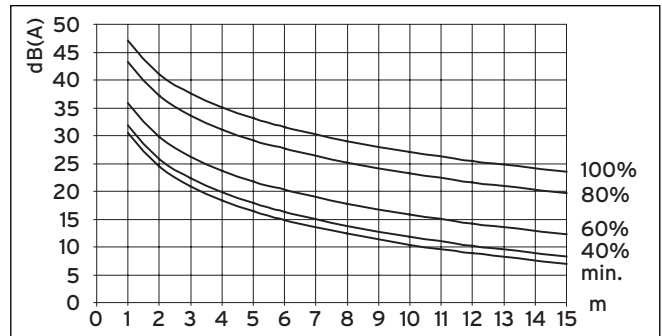

Abb. 3.1 Schalldruckpegel einer Außeneinheit in dB(A) in Abhängigkeit von der Entfernung und der Lüfterdrehzahl für VWL 61/3 S bei Freifeldaufstellung
- Wählen Sie die Einstellung so, dass die gesetzlich geforderten Immissionswerte für Lärm außerhalb von Gebäuden eingehalten werden (→ **Abb. 3.1 bis 3.5 und Tab. 3.1**).